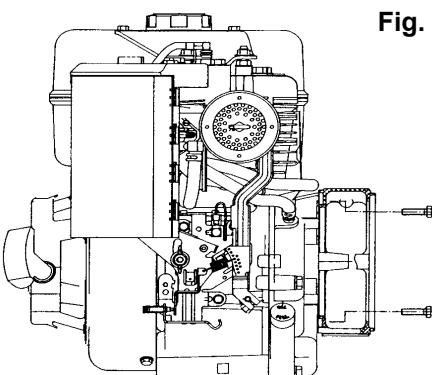

Fig. 1
-) montare il coperchio anteriore sul motore fissandolo con le apposite viti e applicando una coppia di serraggio di $48\pm7\%$ Nm se si impiegano viti M10 o $21\pm7\%$ Nm nel caso di viti M8 (fig. 1).
-) mount the front cover on the motor, by fixing it with the proper screws and by applying a tightening torque of $48\pm7\%$ Nm if M10 screws are used or $21\pm7\%$ Nm if M8 screws are used (fig. 1).
-) monter le couvercle avant sur le moteur en la fixant avec les vis prévues à cet effet et en appliquant un couple de serrage de $48\pm7\%$ Nm si on utilise des vis M10 ou de $21\pm7\%$ Nm en cas de vis M8 (fig. 1).
-) den vorderen Deckel auf den Motor setzen und ihn mit Hilfe der entsprechenden Schrauben und einem Anzugsmoment von $48\pm7\%$ Nm festziehen, wenn Schrauben M10 verwendet werden, oder aber mit einem Anzugsmoment von $21\pm7\%$ Nm bei Verwendung von Schrauben M8 (Abb. 1).
-) Monte la tapa anterior encima del motor sujetándola con los tornillos y aplicando un par de torque de $48\pm7\%$ Nm si utiliza tornillos M10, o de $21\pm7\%$ Nm si utiliza tornillos M8 (fig. 1).